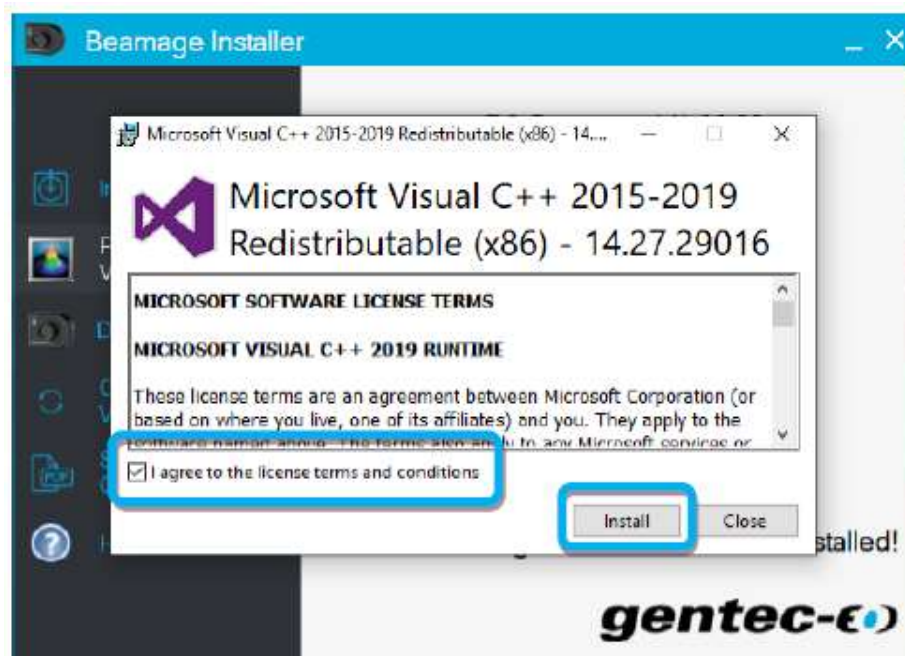

図 9-4 Microsoft Visual C++ Redistributable 2015-2019 (x86)
- ③ PC-Beamage のインストールが完了するのを待ちます。
- ④ dll ファイルインストーラに推奨される手順に従います。図 9-4 を参照してください。